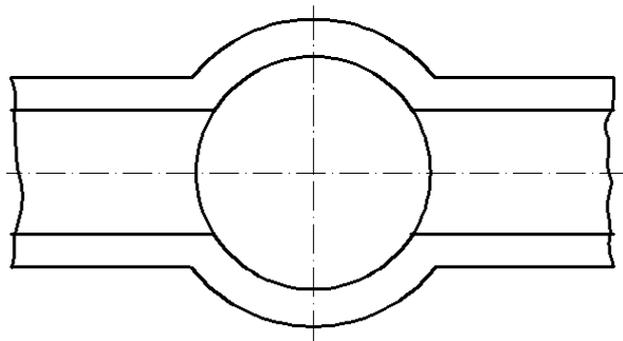

Рис. 1.39. Пример выполнения фрагмента учебного чертежа
19. Выполните по произвольным размерам построение фрагмента чертежа под именем **Фрагмент.dwg**, показанного на *Рис. 1.39*.